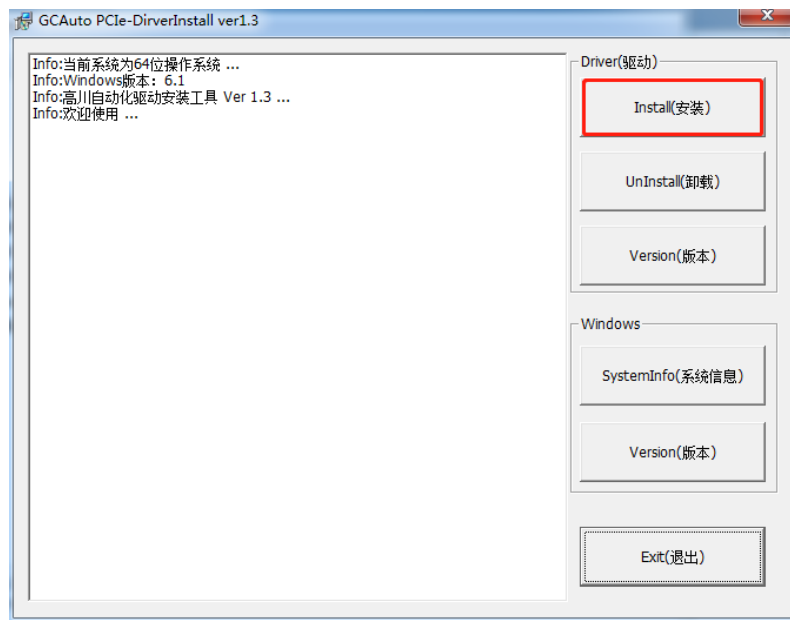

图 2.2.1 驱动安装界面
(1) 电脑关机状态插上 PCIE 卡，开机后，打开路径“PCIE 系列光盘资料\驱动工具\高川 PCIE 卡驱动安装管理工具” 双击 DriverInstall.exe 如图 2.2.1 驱动安装界面；